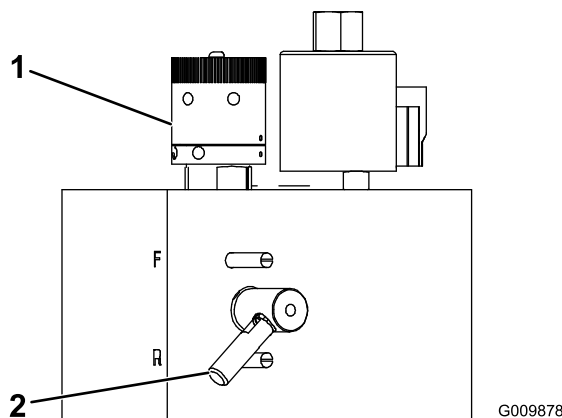

図 64
3. バルブ・ブロックについているバックラップ・ノブ (図 64) をバックラップ位置 (R) に合わせる。リール速度ノブは「1」に合わせる (図 64)。